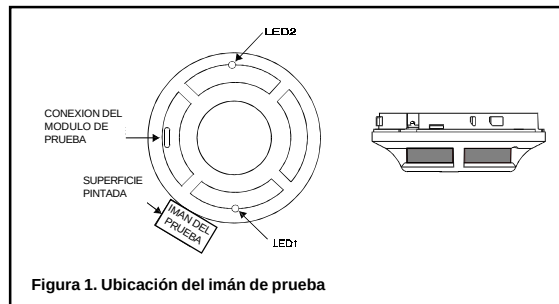

Figura 1. Ubicación del imán de prueba
- Pruebe el detector situando el imán de prueba al lado del detector a unos 2 cm de distancia del LED1 en dirección al enchufe, según se indica en la Figura 1.